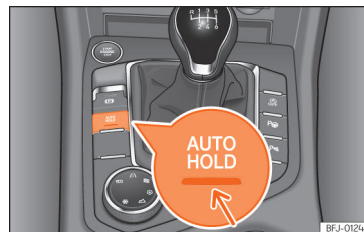

Abb. 155 Im unteren Bereich der Mittelkonsole: Funktionstaste Auto Hold.
-  Wenn die Auto-Hold-Funktion aktiviert ist, leuchtet die Kontrollleuchte im Kombi-Instrument grün. Die Kontrollleuchte der Taste  >>> **[Abb. 155]** leuchtet dauerhaft, während die Auto-Hold-Funktion eingeschaltet ist.